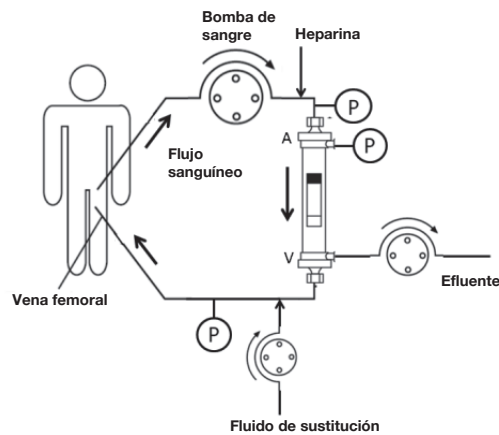

Figura.7
- 7) Infunda anticoagulante de forma continua para evitar que la sangre coagule en el hemofiltro durante el uso del producto. (Figura 7)